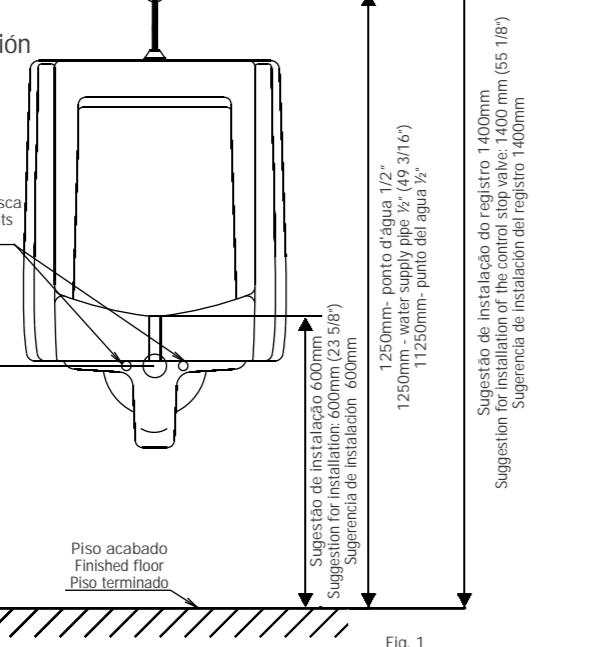

Fig. 2
2) - Traçar uma linha horizontal passando pelo centro do tubo de esgoto (conforme fig. 2).
- Draw a horizontal line through the centerline of the drain pipe (as shown in fig. 2).
- Dibujar una linea horizontal pasando por el centro del tubo de la alcantarilla (conforme fig. 2).
3) - Traçar uma linha paralela à linha horizontal acima 435mm (conforme fig. 2).
- Draw a parallel line 17 1/8" above the horizontal line (as shown in fig. 2).
- Dibujar una linea paralela a la linea horizontal arriba 435mm (conforme fig. 2).
4) - Traçar uma linha vertical passando pelo centro do tubo de esgoto até a linha superior (conforme fig. 2).
- Draw a vertical line through the centerline of the drain pipe until the upper line (as shown in fig. 2).
- Dibujar una linea vertical pasando por el centro del tubo de la alcantarilla hasta la linea superior (conforme fig. 2).
5) - Paralela à linha vertical e sobre a linha horizontal superior, traçar duas linhas a 172mm (conforme fig. 2).
- Draw two lines parallel to the vertical line and 172 mm above the upper horizontal line (as shown in fig. 2).
- Paralela a la linea vertical y sobre la linea horizontal superior, dibujar dos linea a 172mm (conforme fig. 2).